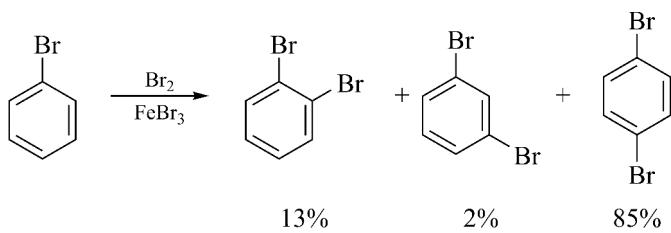

图 2-38
③有钝化作用的邻、对位定位基:这类定位基主要使氟原子取代基 X(F、Cl、Br、I),使新引入的取代基主要在其邻、对位,但是对苯环略微钝化,使取代反应比苯难进行一些。例如溴苯的溴代反应结果如图 2-38 所示。